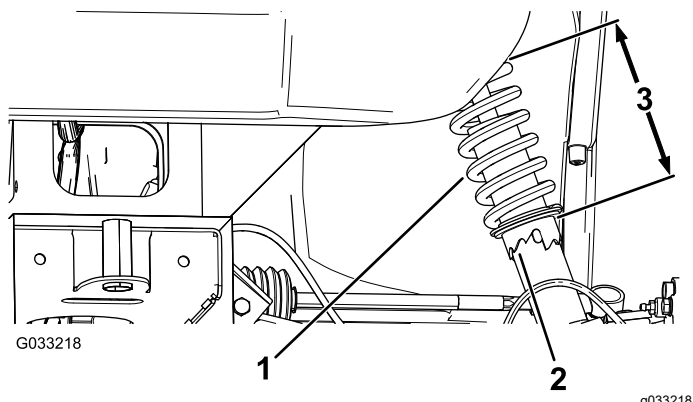

Bild 47
2. Wenn der Radsturz nicht richtig eingestellt ist, drehen Sie den Stellring am Stoßdämpfer mit einem Gabelschlüssel, um das Rad einzustellen (Bild 47).